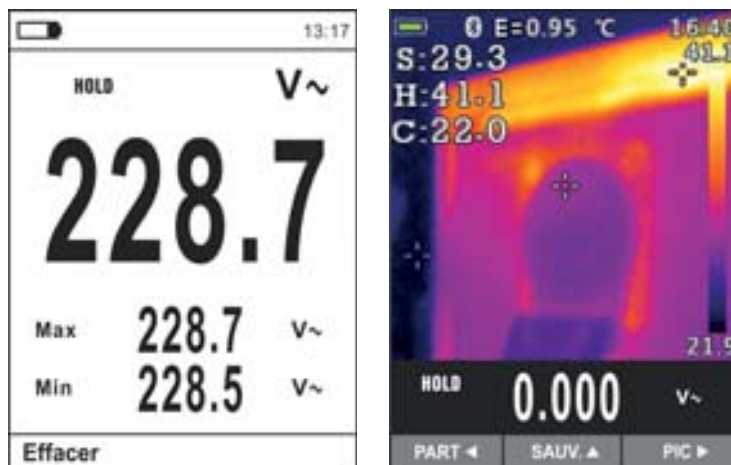

Fig. 19 : Suppression et partage des images ouvertes
28. Appuyer sur la touche **HOLD/REL** sur l'image rappelée. L'écran de la Fig. 19 - partie gauche s'affiche
30. Avec une image fixe sur l'écran utiliser la touche fléchée ◀ pour sélectionner l'option «Part» (disponible uniquement pour les captures d'écran d'images IR pour ECLIPSE) (voir Fig. 19 - partie droite) de manière à partager l'image sur dispositif mobile à travers l'APP HTMercury et une connexion Bluetooth (voir § 5.15)